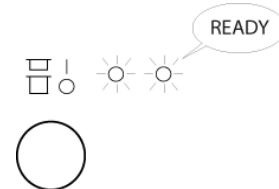

Fig.28
- La fase di riscaldamento termina quando s'illumina la spia luminosa VERDE sulla posizione "E" macchina pronta per il lavaggio. (Fig.28)